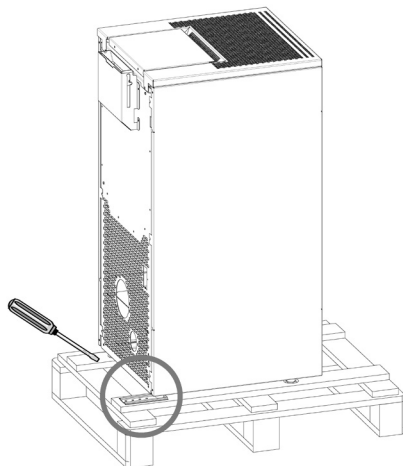

Fig. 1 - Usuwanie uchwytów
- Usunąć uchwyty blokujące nóżki pieca (patrz **Fig. 1**). Następnie zdjąć piec z palety.